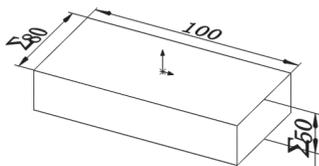

图5-10 宽和高分别改为“80”和“50”
(4) 单击“确定”按钮 ✓，长方体的宽和高分别改为“80”和“50”，并在标注的前面添加“Σ”符号，如图5-10所示，此时长方体的形状没有发生变化。